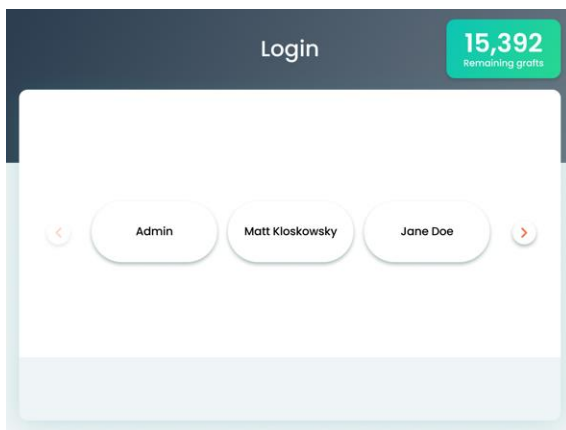

Figura 5-2. Pantalla de inicio de sesión y selección de cuenta
4. Espere a que el sistema termine el proceso de inicio y aparezca la pantalla Login Account Selection (Inicio de sesión y selección de cuenta), como se muestra en la Figura 5-2.
1. Verifique que el sistema está encendido y que la pantalla de selección de cuentas está abierta, como se muestra en la Figura 5-2.
- Aparecerá la pantalla de inicio de sesión y selección de cuenta, como se muestra en la Figura 5-2.